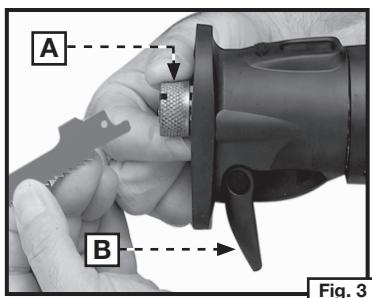

Fig. 3
REMARQUE: La semelle de guidage pivotante Quik-Change™ peut être enlevée temporairement pour faciliter le montage de la lame. Déverrouillez le levier de blocage (B) Fig. 3 pour enlever la semelle (voir le paragraphe **Montage Et Réglage De La Semelle De Guidage Pivotante** dans ce mode d'emploi).